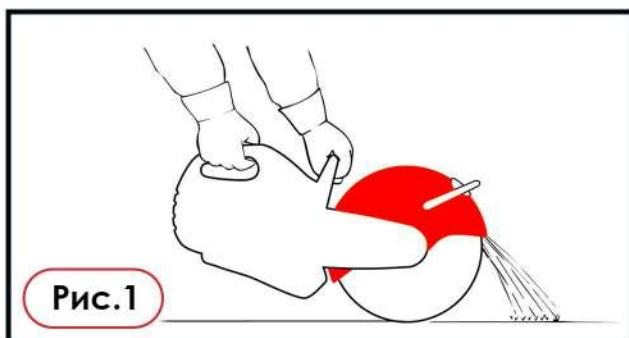

Рис.1
4) Убедитесь, что защитный кожух отрезного диска не имеет визуальных повреждений. При необходимости отрегулируйте защитный кожух, чтобы искры, возникающие в процессе резки, были бы направлены в сторону от оператора. (Рис. 1)